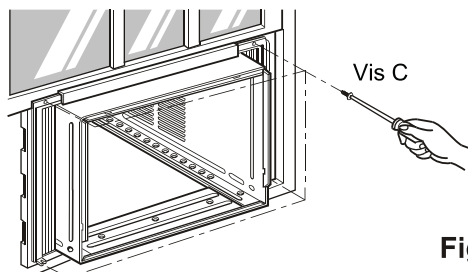

Fig. 6
9. Fixez chaque volet d'étanchéité ⑤ à la coulisse de châssis à l'aide de vis de type C. ⑦ (Fig. 6)